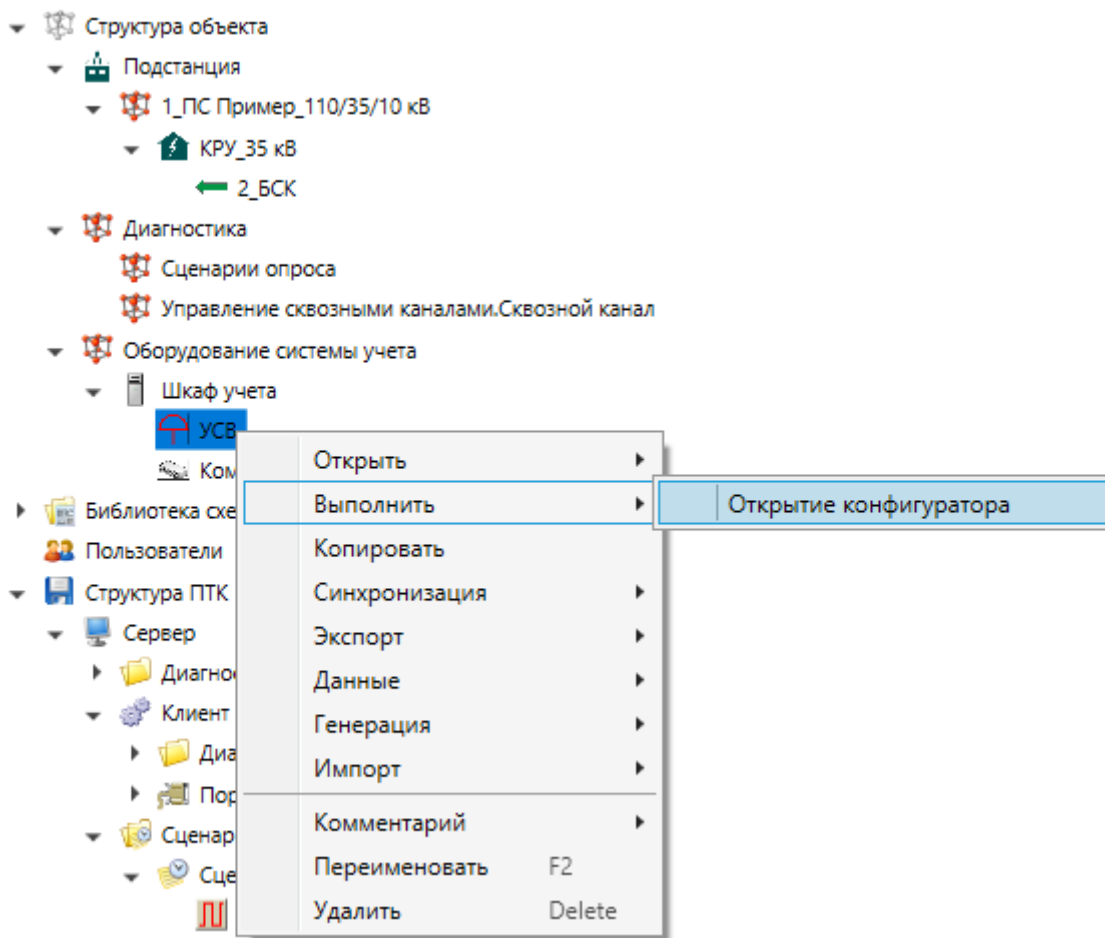

Рисунок 90 – Группа команда «Выполнить» для узла «Объект»
- открытие приложения – запуск произвольного приложения с заданными параметрами (открытие конфигуратора, Web-страницы с указанным адресом и т.д.) (рисунок 90);